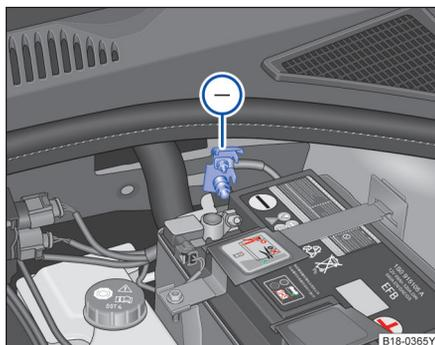

图 173 用于充电器负极连接的接地点
- 将黑色电缆的另一端 X 连接到无电蓄电池汽车发动机缸体上的螺栓连接金属部件上或发动机舱内的连接点上⇒图 173，连接点必须尽可能远离无电蓄电池 A。
在利用外接电源对车辆蓄电池充电时，请勿将充电器的负极接在蓄电池的负极上，必须连接到发动机壳体上或发动机机舱内的接地点处⇒ 图 173。